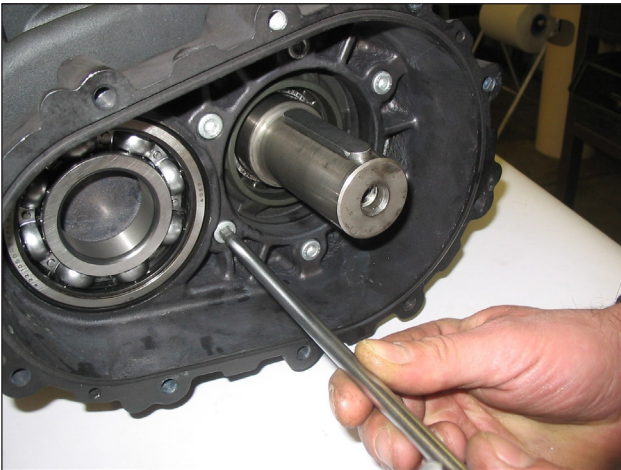

Fig. 21
- Solte os parafusos de fixação da caixa do redutor, em seguida, remova-a (Fig. 21).